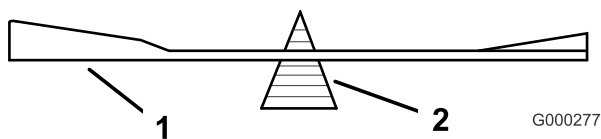

Figure 72
2. Vérifiez l'équilibre de la lame en la plaçant sur un équilibreur (Figure 72).